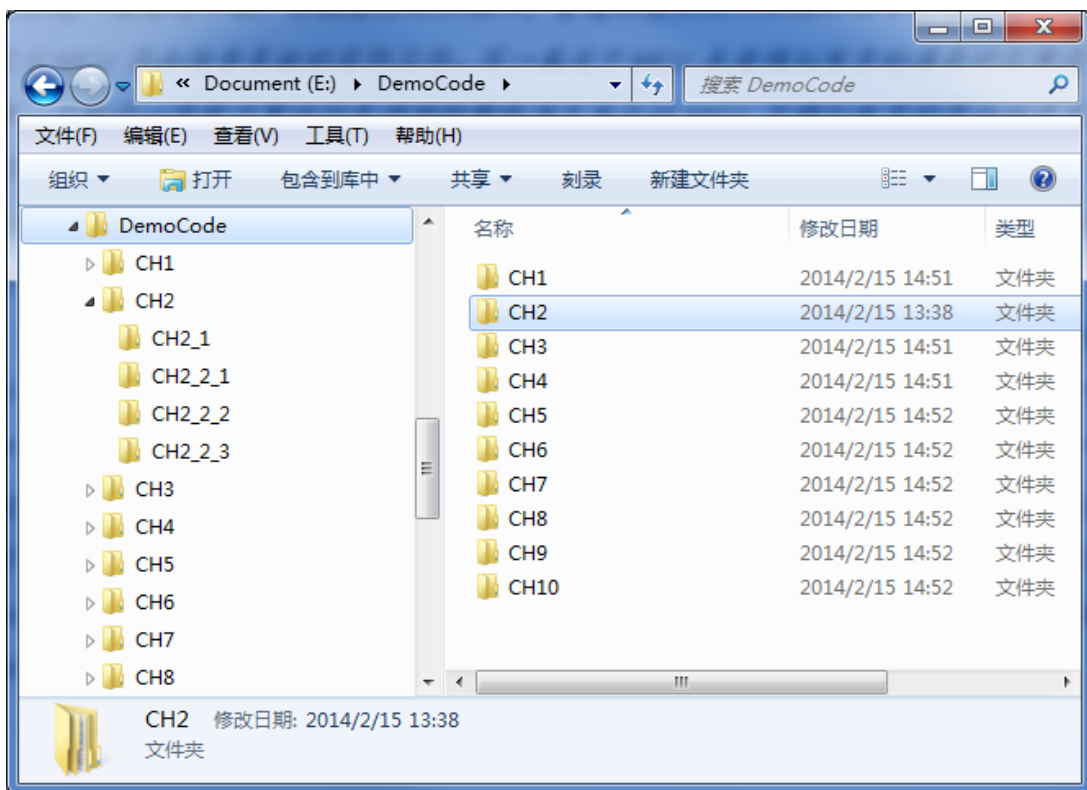

图 2-6 工程代码存放目录结构
**建议：**为了更好学习本套件的配套的代码内容，并能与后续实验的操作保持一致的命名方式。建议在计算机上的某盘（比如 D 盘）根目录上建了一个目录一个叫“DemoCode”的文件夹，并在这个文件夹里按章节建好子文件夹，每个章节对应的文件夹按顺序叫“CH1”、“CH2”、“CH3”……，每个章节文件夹下再按实验需要的工程文件夹，可以取名为“CH2\_1”，表示为第二章第一个实验的工程，或者某个实验需要多个工程，文件夹可以命名为“CH2\_2\_2”，表示为第二章第二个实验的第二个工程文件夹。形成如图 2-6 所示的目录结构，这样便于文档管理。